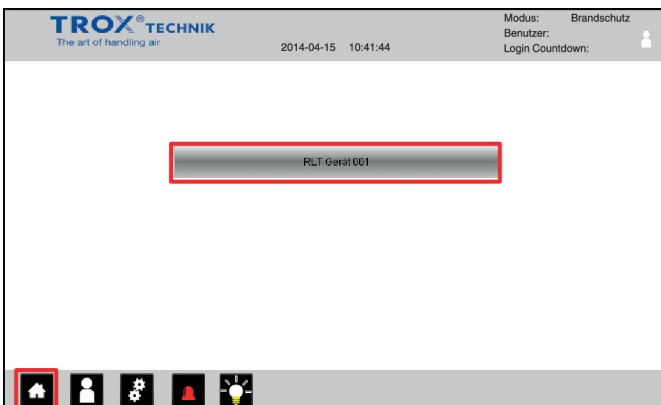

Abb. 28: Bildschirm Anlagenübersicht öffnen Variante 2
- ▶ Auf dem Startbildschirm die Schaltfläche  (Abb. 28) oder die Schaltfläche im Bedienbereich (Abb. 28) drücken.